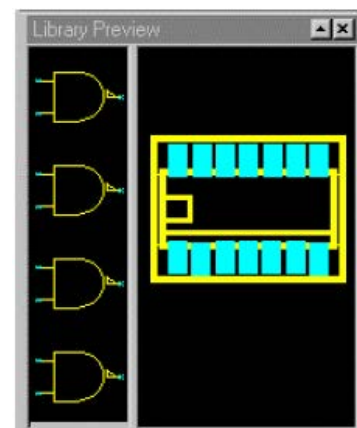

Рис. 17. Графическое представление библиотечного компонента.
9. Выберем символ в верхней части списка, например SN54ALS00AD. В результате в нижнем левом углу экрана в окне Library Symbols появится графическое представление выбранного компонента (рис. 17).